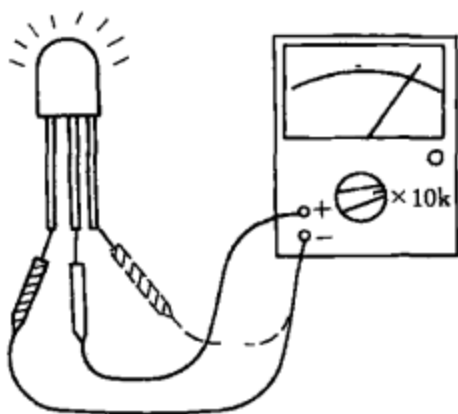

图 3-60
(1) 检测共阴极 3 引脚变色发光二极管的方法如图 3-60 所示，红表笔接变色发光二极管的中间引脚（公共负极），黑表笔分别接左右两引脚，发光二极管应分别有不同颜色的发光亮点，同时表针指示发光二极管的正向电阻。
(2) 检测共阳极 3 引脚变色发光二极管时, 将红、黑表笔对调即可。